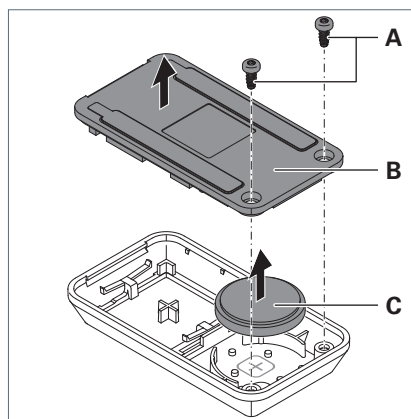

Fig. 33: Cambio batteria.
- Svitare le viti **A** dal retro **B** dell'elemento di comando, vedere Fig. 33.